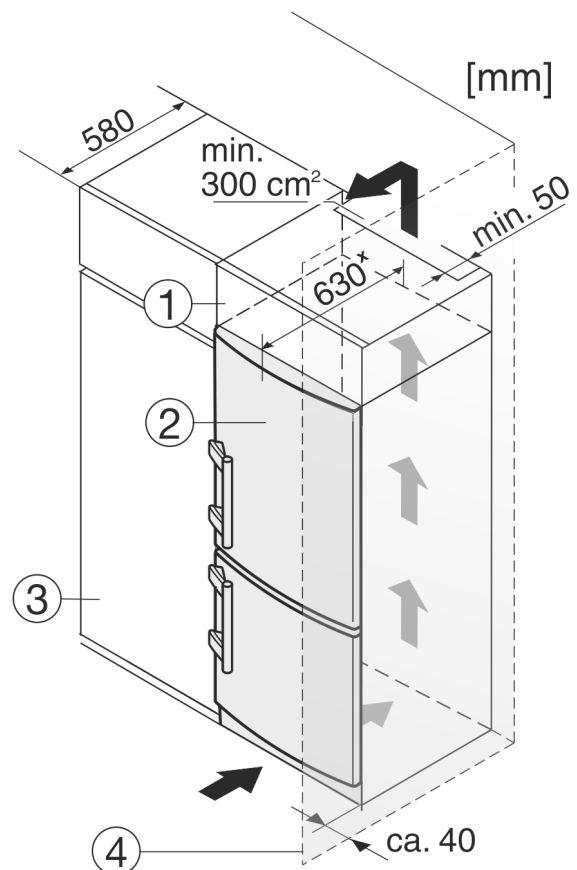

Fig. 9
Устройство может быть окружено кухонными шкафами. Чтобы уравнивать устройство *Fig. 9 (2)* по высоте с кухонной стенкой, можно установить над устройством дополнительный шкафчик *Fig. 9 (1)*.
При комбинировании с кухонными шкафами (глубина макс. 580 мм) устройство можно установить непосредственно рядом с кухонным шкафом *Fig. 9 (3)*. Устройство выступает сбоку на 34 мм \* и по центру на 50 мм \* относительно передней стенки кухонного шкафа.
Если устройство установлено на шарнирах у стены *Fig. 9 (4)*, то расстояние между устройством и стеной должно быть не менее 40 мм. Настолько выступает ручка при открытой дверце.